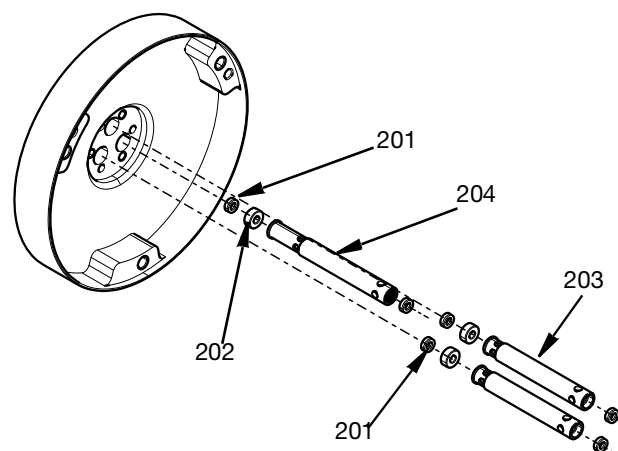

FIG. 26
6. Inserte en el cuerpo central los espaciadores de las empaquetaduras de entrada (203), el espaciador de la empaquetadura de retorno (204), las juntas de las varillas (201) y los cojinetes de las varillas (202). Consulte el apartado **Kit de herramienta de inserción y extracción de juntas 25T489**, página 37 para poner juntas de varillas. Tenga en cuenta que el espaciador de la empaquetadura de retorno más largo (204) está colocado en la cámara III como vienen marcado en la parte frontal del cuerpo central. Consulte la FIG. 26.